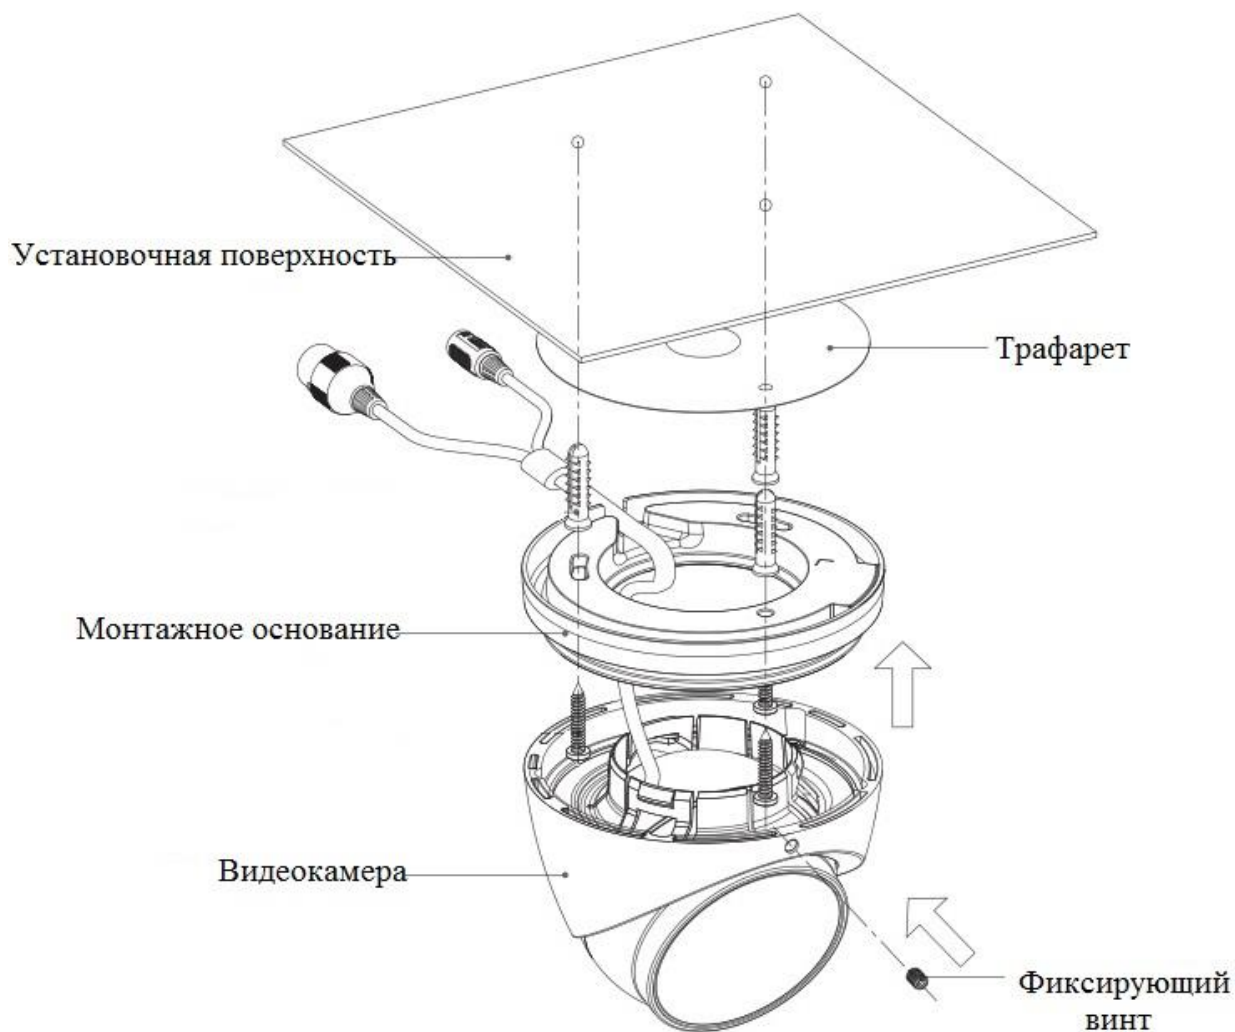

Рисунок 4
3.6 Прикрепите монтажное основание видеокамеры к установочной поверхности. Присоедините корпус видеокамеры к монтажному основанию и поверните объектив видеокамеры на желаемый угол. Вкрутите фиксирующий винт (рис.4).